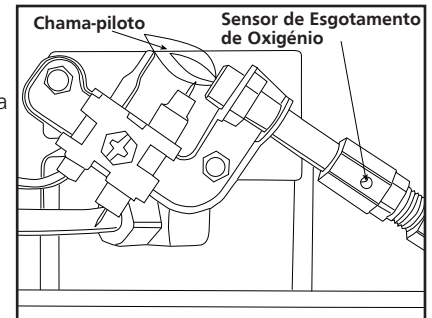

Figura 6
A chama irá cercar o termopar logo abaixo da ponta, ver a Figura 6.
- 5 Retire os (4) quatro parafusos de fixação dos queimadores e linha de combustível do conjunto do queimador. Remova o conjunto do queimador da parte traseira da caixa.
- 7 Inspeccione e limpe o orifício principal do queimador (roscado no suporte do orifício). Suporte do orifício está anexado ao tubo de Venturi do conjunto de queimador com (2) dois parafusos.
- 8 Inspeccione e limpe o piloto (montado no suporte) por meio de um vácuo ou fornecimento de pressão de ar através dos orifícios no piloto indicado pelas setas na Figura 6.